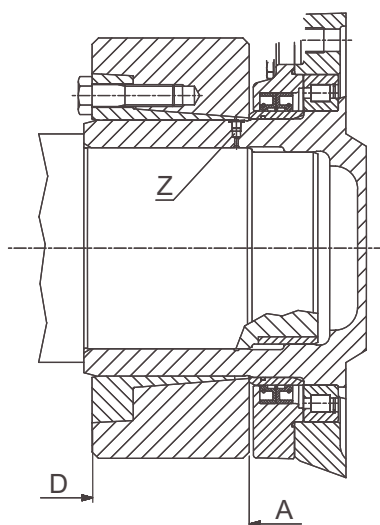

Fig. 2
- Rimontare il tappo "Z" (vedi fig. 2), quindi posizionare il giunto (vedi fig. 2 pto. A)
- Quando il montaggio del giunto è stato completato nel modo corretto, lo si può controllare anche visivamente, perchè le superfici frontali dell'anello interno ed esterno devono trovarsi sullo stesso piano (vedi fig. 2 pto. D).
- Prima di reinstallare il giunto rigenerato, ripristinare la lubrificazione nelle zone "C" (vedi fig. 2).